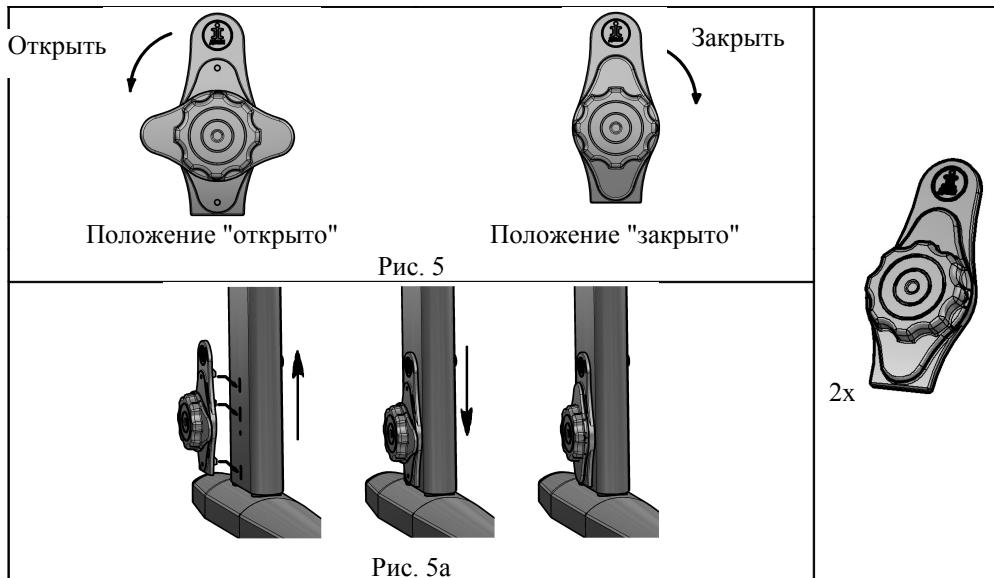

Рис. 4
4.2.2. На кожуха левой и правой стоек (поз. 10, 11) сверху надеть крышки кожухов (поз. 1, пакет №7) до упора, см. рис. 4.